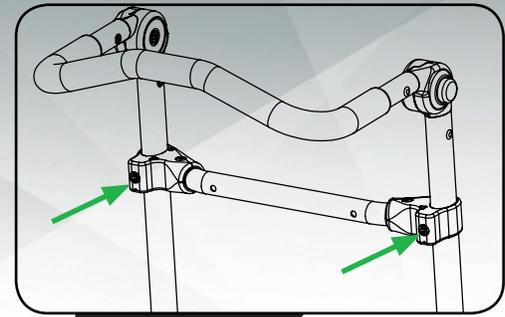

Figure 20
1. Desserrez les boulons aux endroits marqués à la figure 20. Une clé hexagonale 5mm est nécessaire.